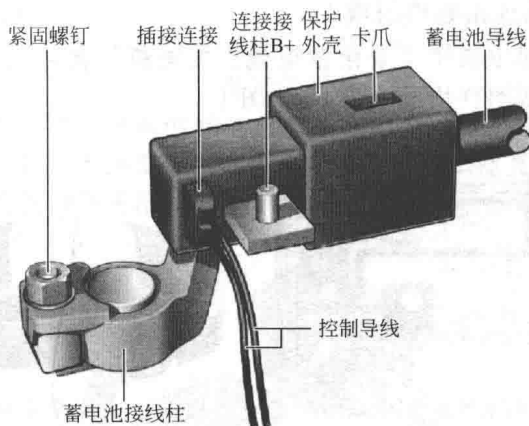

图 1-5 安全型蓄电池接线柱 (SBK) 组件
(1) 安全型蓄电池接线柱（SBK）组件见图 1-5。SBK 由一个传统的可拧紧式接线柱组成，带有内装燃爆材料的空心圆柱体。有一个锁杆用于防止蓄电池导线重新滑回触点位置。
(2) 安全型蓄电池接线柱（SBK）的作用。为了保护起动机电路，采用安全型蓄电池接线柱作为保护措施，该装置可在发生事故